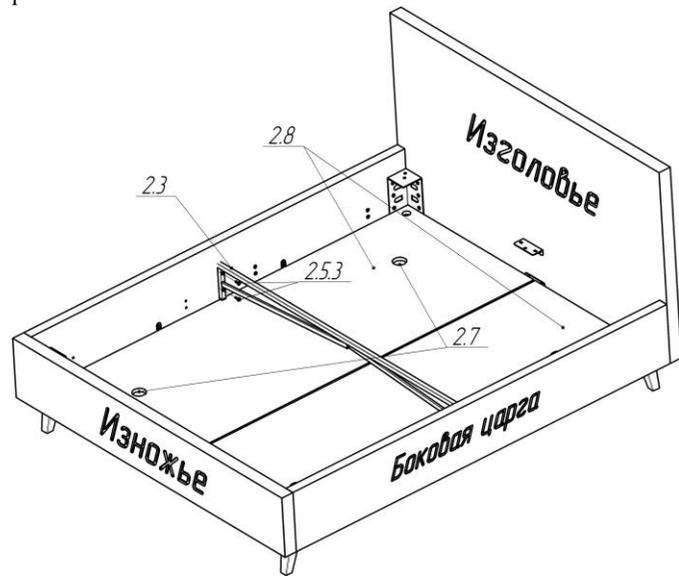

Рисунок 6 – Каркас кровати с бельевым ящиком и распоркой
7. Вставить в каждую плиту ДСП поз.2.8 два кабель-канала поз.2.7. Положить 2 собранные плиты ДСП в кровать на нижние поверхности кронштейнов поз.2.4. Установить распорку кровати поз.2.3 трубой кверху, наживить винты М6х30 поз.2.5.3 (4 шт.) в крепёжные отверстия, затянуть их до упора. (Рисунок 6).